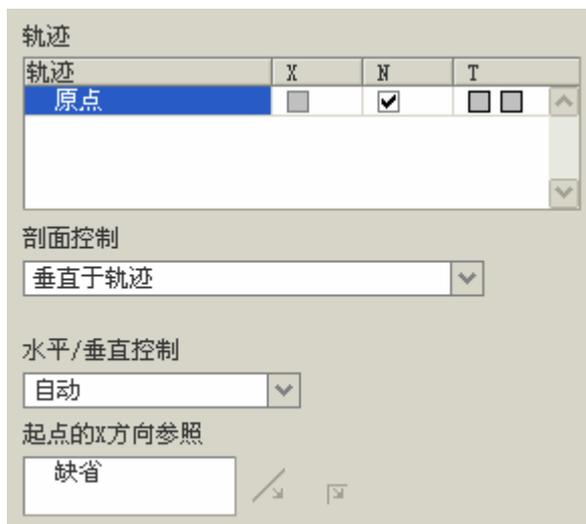

图 47-4
(3) 选择步骤 2 建立的曲线为原始轨迹，其他选项如图 47-4 所示。